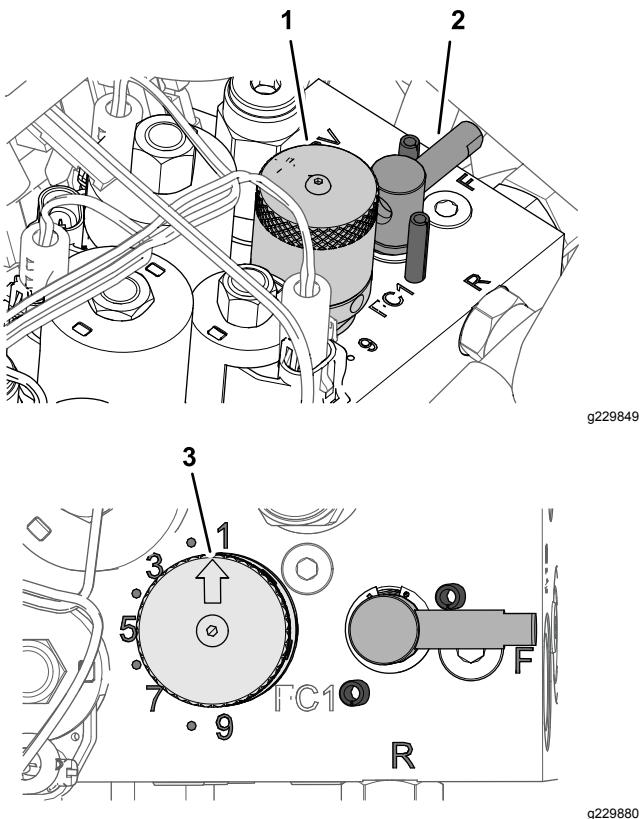

Figura 55
5. Ajuste la velocidad de los molinetes girando el pomo de control de velocidad de los molinetes (Figura 55) hasta que la flecha esté alineada con el número determinado en el paso 3.